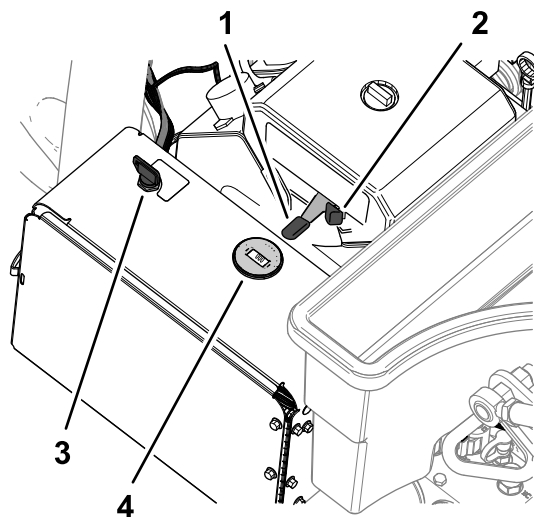

Figure 78
2. Placez la commande d'accélérateur (Figure 78) à la position BAS RÉGIME.